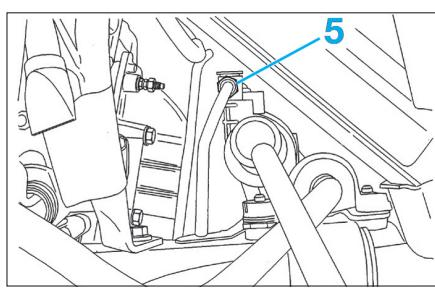

Fig. 10
- Déposer l'écrou (3) de rotule de direction et la désaccoupler.
- Déposer les colliers (4) du soufflet concerné puis le dégager.
- Désenrouler le raccord (5) afin de faciliter la mise en place de l'outil (6) référencé 0721.B (référence Citroën) (Fig.10).